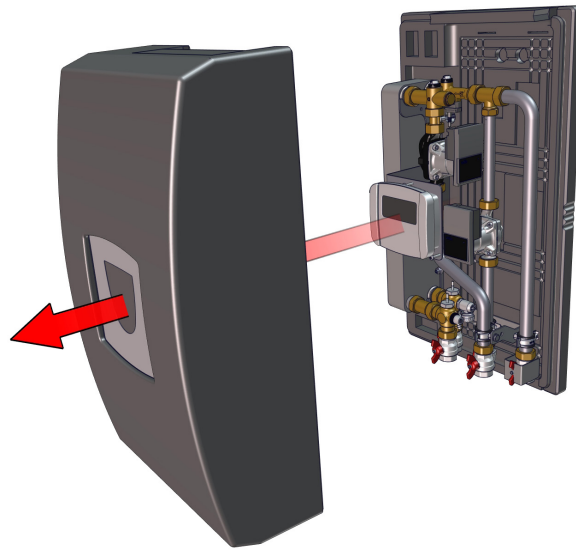

Abb. 3: Verkleidung demontieren
- Demontieren Sie die vordere Verkleidung der Frischwasserstation (siehe Abb. 3 auf Seite 11).